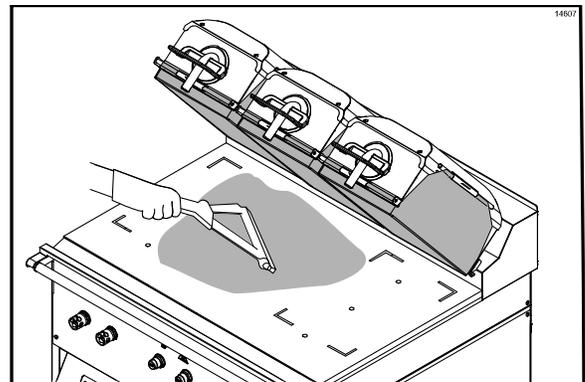

Figura 15
6. Use un escurridor limpio para extender las hojuelas por la zona de cocinado. (Vea la figura 15.)